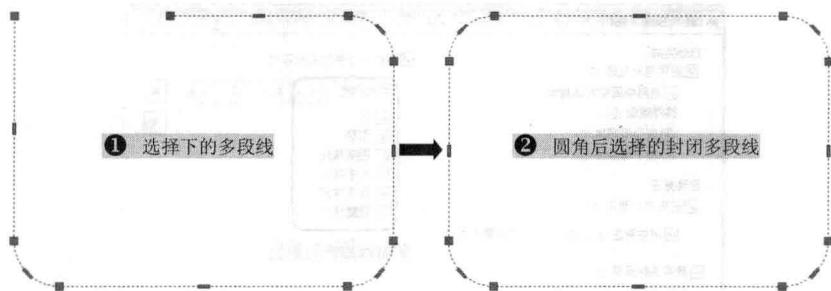

图1-6 圆角方式创建封闭多段线
- ◆ 多段线: 在AutoCAD 2014中,多段线可以通过圆角命令来创建封闭的多段线,如图1-6所示,而在AutoCAD 2014以前的版本中,对未封闭多段线进行圆角或倒角时,会提示“无效”。